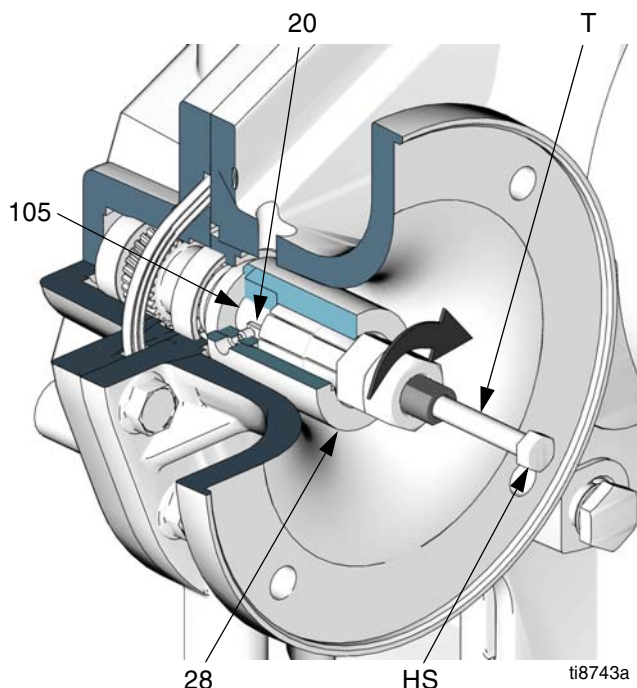

ABB. 3. Ausbau der Motorkupplung
- b. Siehe ABB. 3. Lockern Sie beide Stellschrauben (31). Das Kupplungslösewerkzeug (T) in die Kupplung (28) einführen. Die Mutter im Uhrzeigersinn festdrehen, und dann die Kupplung von der Vorgelege-Eingangswelle